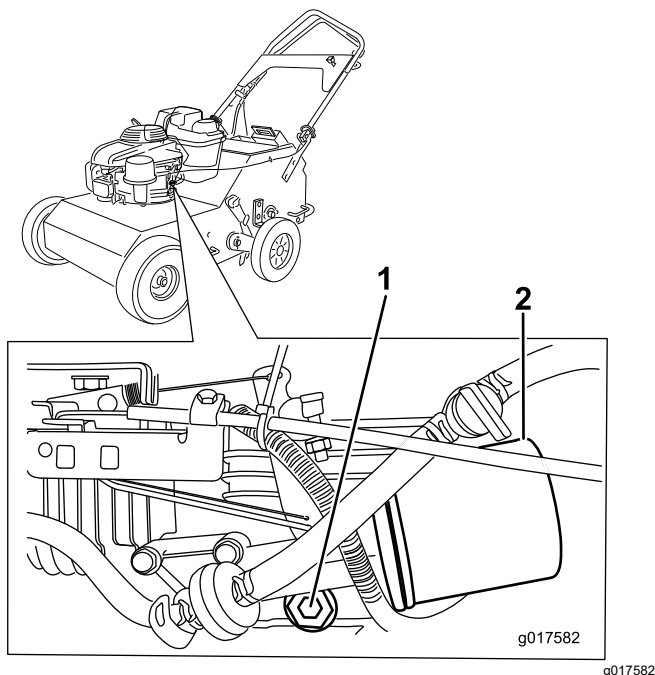

Bild 21
6. Entfernen Sie die Ablassschraube (**Bild 21**) und kippen Sie die Maschine so, dass das Öl in die Auffangwanne läuft.
2. Legen Sie einen Lappen unter den Ölfilter (**Bild 21**), um das Öl aufzufangen, das ggf. beim Entfernen des Filters ausläuft.